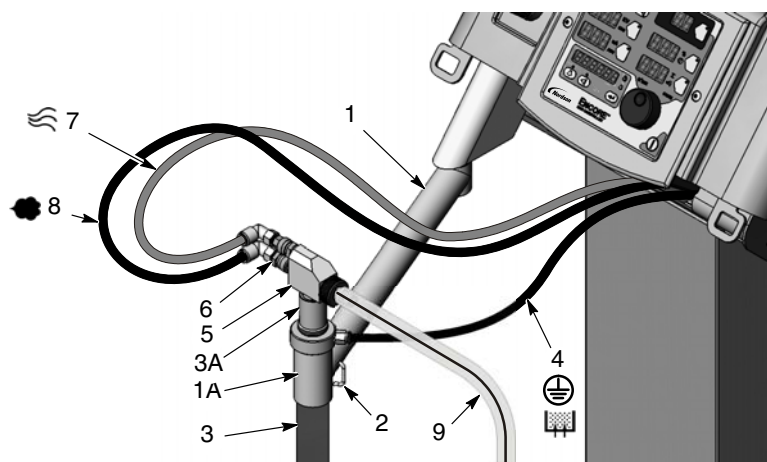

Bild 3-6 VBF System - Installation av sugrör och pump
1. Se bild 3-6. Packa upp sugröret (3).
2. Sväng sugrörsarmen (1) ut över vibratorbordet, för undan sugrörslåset (2) så att det är ur vägen, och skjut därefter sugröret genom rörhållare (1A).
3. Sätt i pumpen (5) i pumpfästet (3A) med en liten vridande rörelse.
- 8-mm blå luftslang för atomiseringsluft (7) på pumpens övre slanganslutning.
- 8-mm svart luftslang för transportluft (8) på pumpens nedre slanganslutning.
- 6-mm svart luftslang för fluidiseringsluft (4) till slanganslutningen på sugröret.
- ANM:** Pumpen är försedd med snabbkopplingsdon (6). Drag tillbaka de räfflade kopplingsringarna för att lossa anslutningen.
5. Anslut pulver slangens (9) ena ände till pumpen.